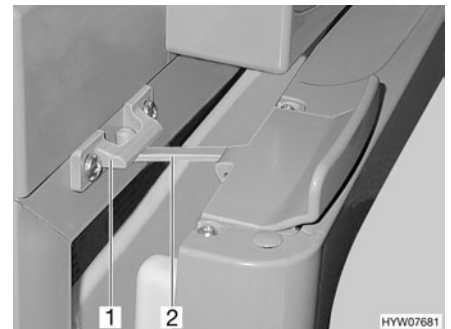

Fig. 190 Puerta del frigorífico en posición de ventilación (Thetford)
- Abrir el bloqueo (Fig. 190,2) y engatillarlo en el alojamiento del bloqueo (Fig. 190,1). De este modo, la puerta del frigorífico quedará ligeramente abierta.